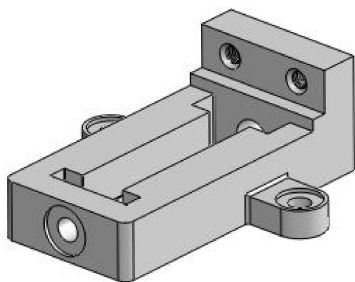

图 7-50 插入固定零部件
- 02 在属性管理器的【开始装配体】属性面板中单击【浏览】按钮，然后将本例的【钳座.sldprt】零部件文件插入到装配环境中，以此作为固定零部件，如图 7-50 所示。